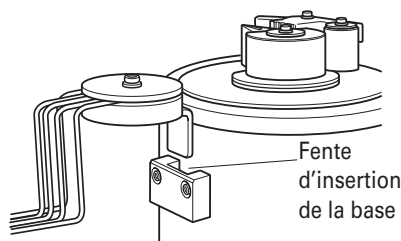

Fig. 17
- (1) Insérer la base de la protection anti-flèche dans la fente de la cisailleuse/cintreuse. (Fig. 17)